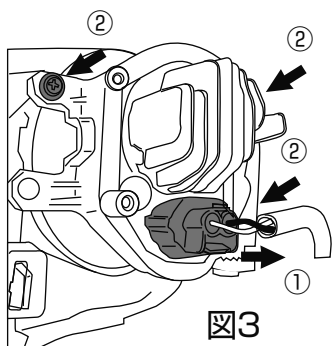

図3
3. ①車両側電源コネクタを外し、②スクリューを取外し純正LEDフォグを外してください。(図3)